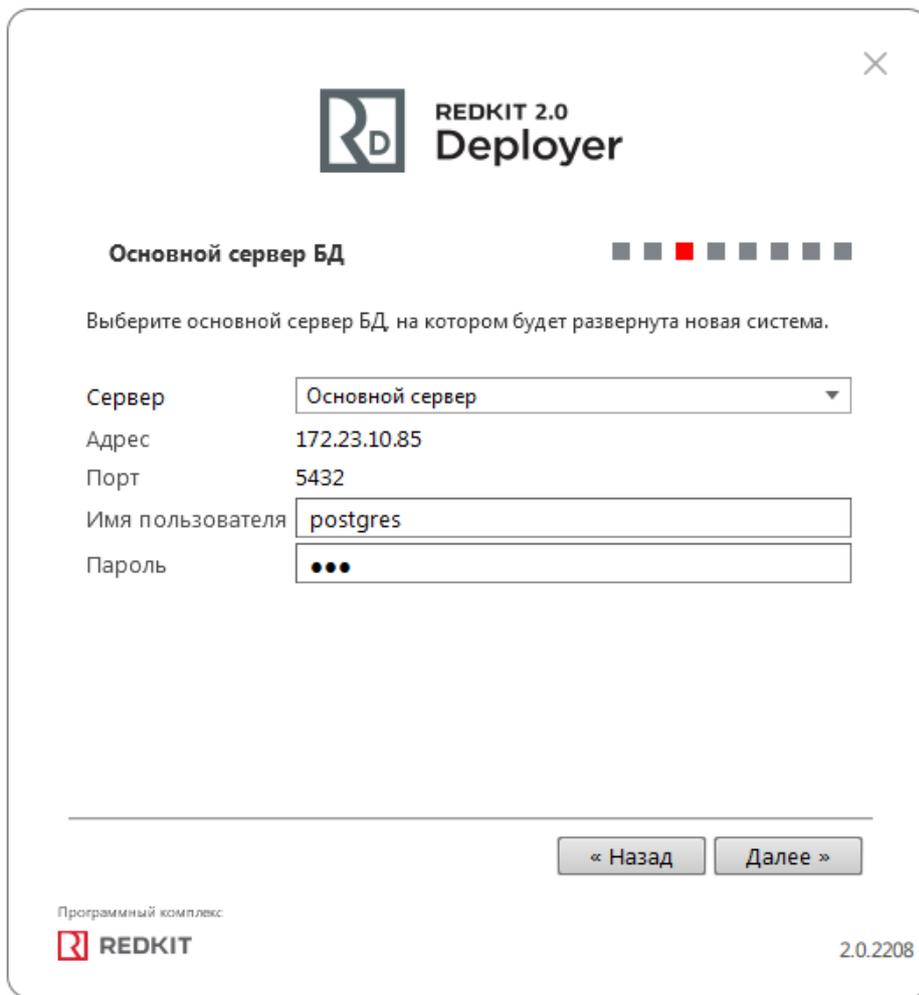

Рисунок 39 - Основной сервер БД
- Укажите параметры для подключения к основному серверу БД, используя имя пользователя и пароль из п.8 раздела Установка Postgres. Нажмите **Далее** (Рисунок 39).